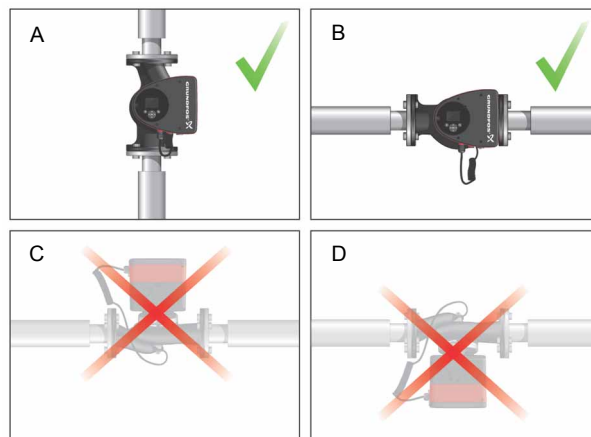

Fig. 14 Pumpe monteret med vandret motoraksel
- Pumpe monteret korrekt i lodret rørledning. Se fig. 14, pos. A.
- Pumpe monteret korrekt i vandret rørledning. Se fig. 14, pos. B.
- Monter ikke pumpen med lodret motoraksel. Se fig. 14, pos. C og D.